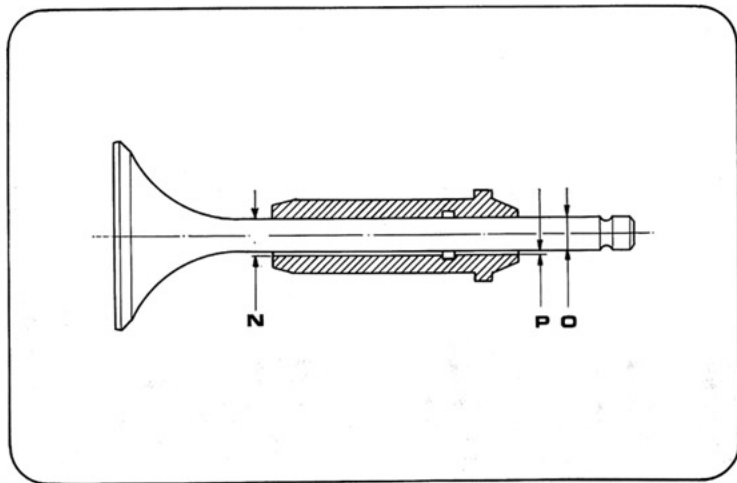

Fig. 8
Guidavalvole (vedi fig. 8 e tab. 1)
Valvole (vedi fig. 8 e tab. 1)
Valve guides (see fig. 8 and table 1).
Valves (see fig. 8 and table 1).
- 1) Sostituire le guarnizioni OR in gomma che si trovano all'interno delle guide valvola (vedi fig. 8).
- 1) Replace rubber O-Rings placed inside valve-guides (see fig. 8).